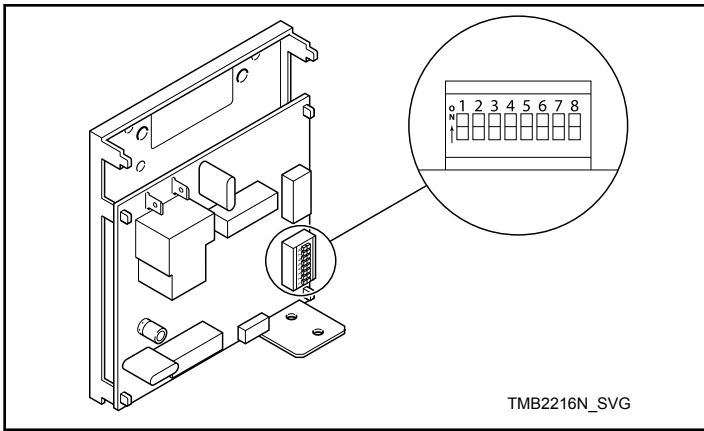

Figura 28
2. Anote as configurações do interruptor DIP do controlo da máquina, em seguida coloque todos na posição off. Consulte a *Figura 28*.